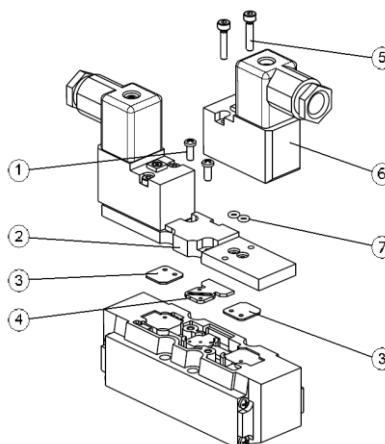

Abb. 18
7.2.1 Austauschen der Funktionsplatte für Pilotluft (siehe Abb. 18)
7.2.2 Austauschen der Dichtungen (siehe Abb. 18)
7.2.3 Austausch Pilotventil (siehe Abb. 18)